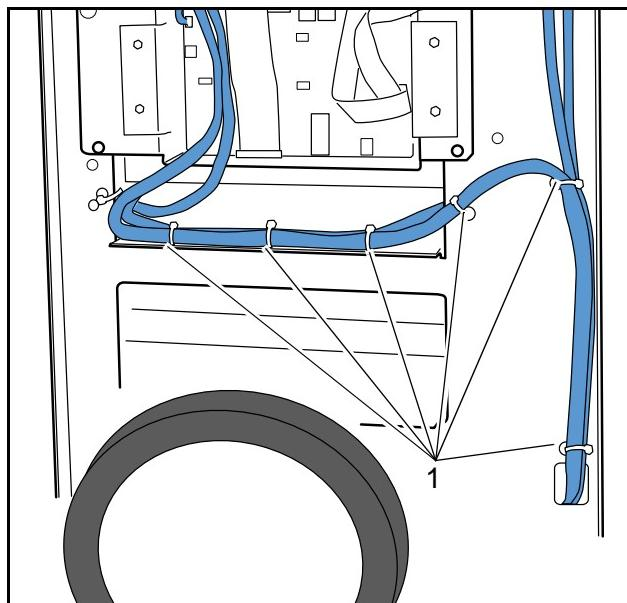

Fig. 5
- Remove the cable ties (pos. 1 / Fig. 5)